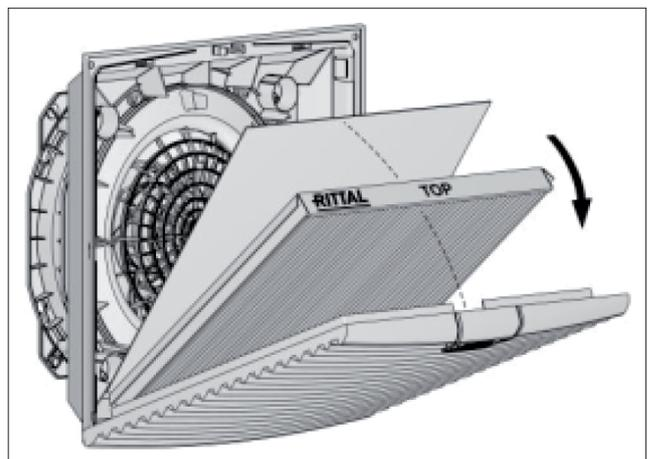

Imagen 9: Instalación del filtro con pliegues IP55
- Solo para IP55: coloque el vellón absorbente suministrado con el filtro con pliegues IP55 sobre el filtro ya instalado (ver imagen 9). La posición de montaje del filtro de absorción es indiferente.